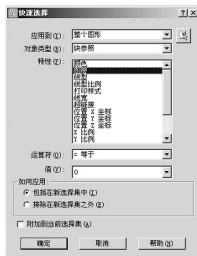

图 1.24 设置【快速选择】对话框
(2) 执行菜单栏中的【工具】|【快速选择】命令，打开【快速选择】对话框。
(3) 如图 1.24 所示，在【特性】列表框中选中【图层】选项，指定将要按照图层选择对象。